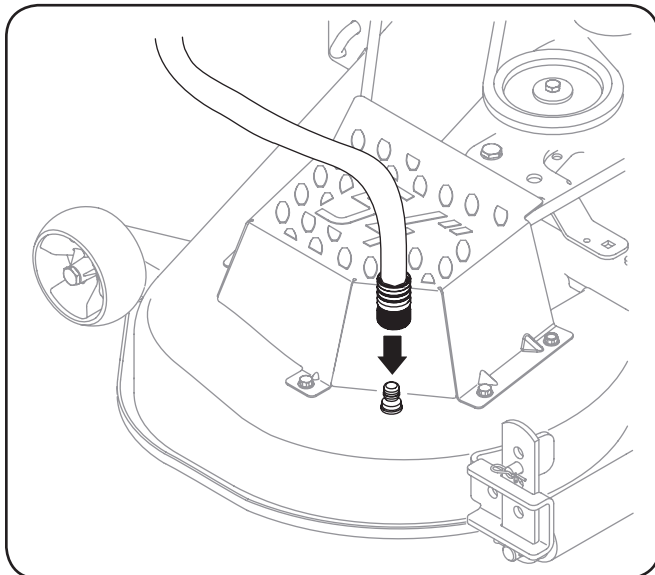

Figure 6-2
4. Installez l'adaptateur du boyau sur le gicleur situé sur le plateau de coupe. Voir Figure 6-2.